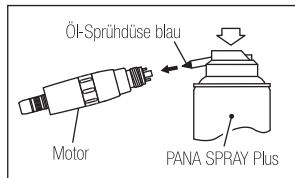

Abb. 6
- 2) Montieren Sie die Öl-Sprühdüse (Spannzange; blau REF: Z020201) auf der Spraydose. (Abb. 6)